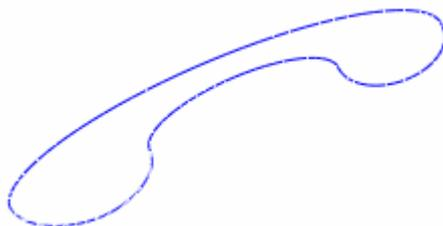

图 61-3
- (1) 单击菜单【文件】 【打开】命令。
- (2) 打开配书光盘中名称为“openexe61.prt”的模型文件，如图 61-3 所示。